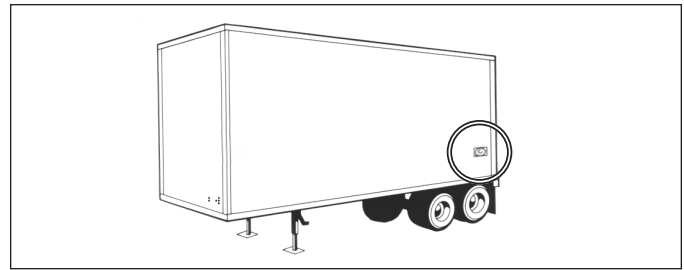

Figura 4: luz indicadora del ABS montada en el remolque
- **Luz indicadora del sistema antibloqueo de frenos (ABS) del remolque:** controlada por la ECU para mostrar el estado del ABS, la luz indicadora del ABS del remolque se ilumina cuando un código de diagnóstico de fallas (DTC) está activo. Consulte la figura 4. Si no hay DTC presentes del ABS, cuando se aplica energía de encendido a la ECU, la luz se iluminará como un control de la bombilla que durará típicamente dos (2) segundos, hasta seis (6) segundos como máximo. Si la emergencia de advertencia por baja presión (Low Pressure Warning Emergency, LPWE) está activa, la luz indicadora del ABS estará encendida hasta que desaparezca la condición.